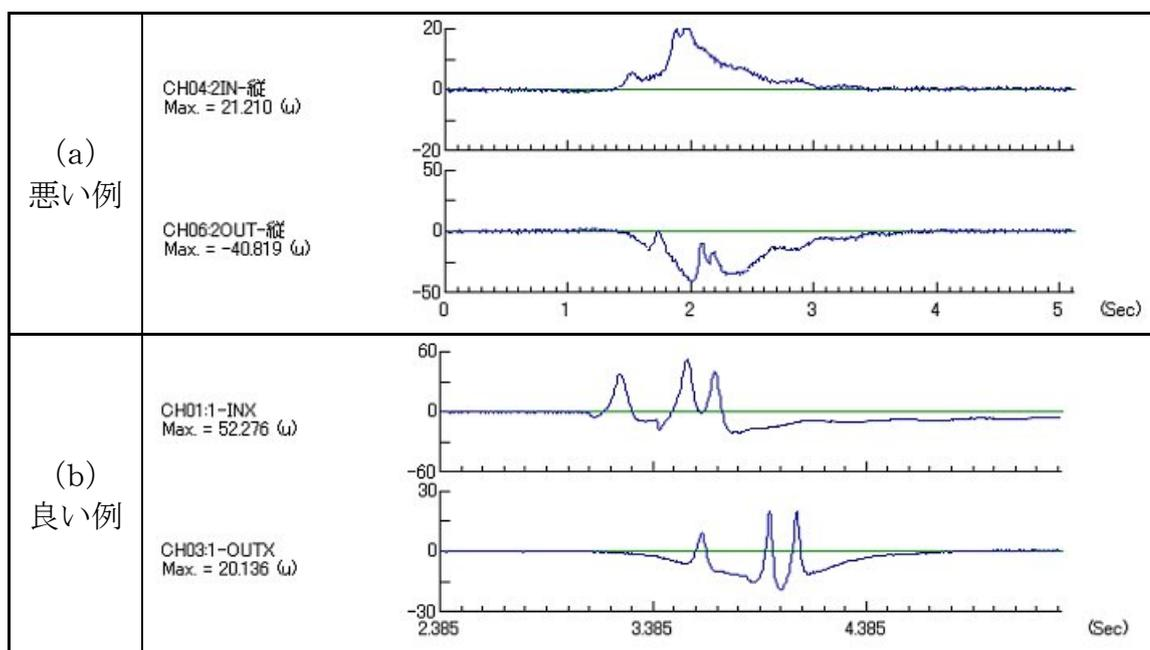

図2-2-2 高感度ひずみ応答波形
- ・ 高感度ひずみ応答波形が図2-2-2(a)のようにシャープでない場合は幅員方向に5cmから20cmぐらいずらして設置します。図2-2-2(b)のようなシャープな応答が得られるように試行錯誤が必要な場合もあります。図2-2-2(a)のような波形の場合は車両認識がまったくできませんので注意が必要です。